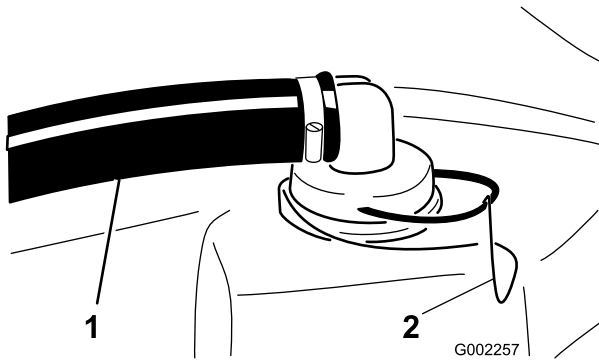

Figura 66
2. Retire el dispositivo de sujeción del dispositivo rojo sujeto a la manguera grande en la parte superior del depósito (Figura 66).
3. Desconecte la manguera del depósito (Figura 66).